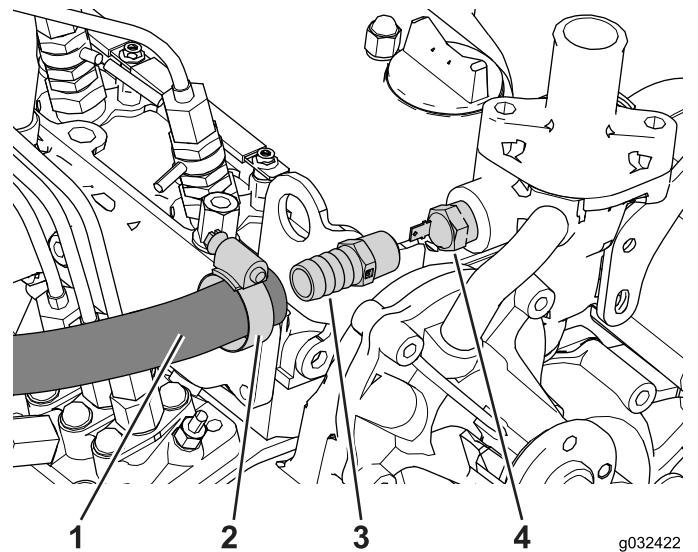

Bild 30
1. Ermitteln und schließen Sie den Temperaturschalter ab und entfernen ihn (Bild 30).
5. Schieben Sie die Schlauchklemme auf das Schlauchende (Bild 30).
6. Stecken Sie den Schlauch auf das gerade Anschlussstück und befestigen ihn mit der Schlauchklemme, wie in Bild 30 abgebildet.